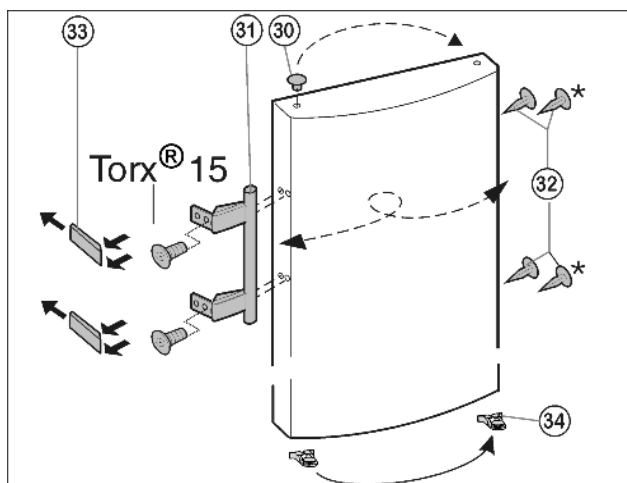

Fig. 7
- ▶ Выведите из фиксатора дверцы пружинный зажим Fig. 7 (34) и переставьте его на новую сторону шарнира.
- ▶ Извлеките пробку Fig. 7 (30) из опорной втулки дверцы и переставьте.
- ▶ Снимите и переставьте на противоположную сторону дверную ручку Fig. 7 (31), пробку Fig. 7 (30) и прижимные пластины Fig. 7 (33).